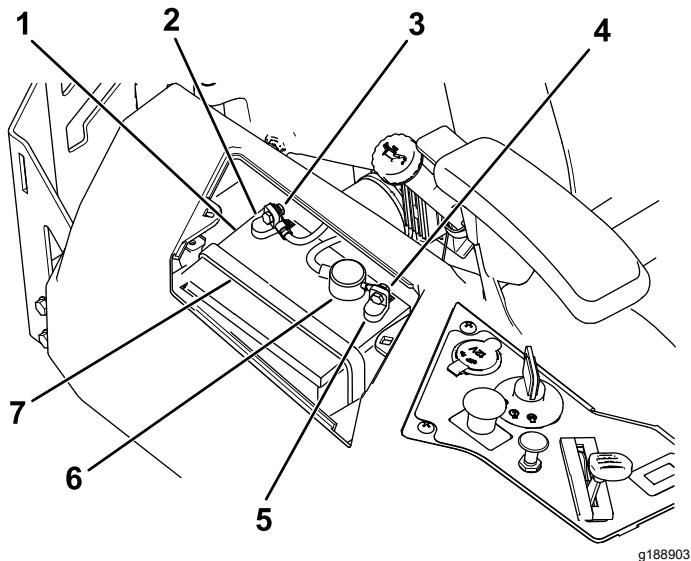

Figura 58
- Desconecte el cable negativo de tierra (negro) del borne de la batería (Figura 58).
- Desconecte el cable positivo (rojo) del borne de la batería (Figura 58).
- Retire la correa de sujeción de la batería (Figura 58) y levante la batería para retirarla de su bandeja.
1. Coloque la batería en la bandeja (Figura 58).
5. Fije la batería con la correa de sujeción (Figura 58).